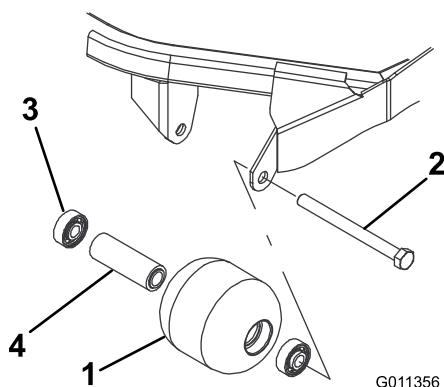

Figura 72
1. Rimuovete il bullone di montaggio del rullo (Figura 72).
distanziale del cuscinetto del rullo (Figura 72). Sostituite tutti i componenti danneggiati e procedete con il loro montaggio.
1. Montate il primo cuscinetto premendolo nell'alloggiamento all'interno del rullo (Figura 72). Premete soltanto sulla pista esterna o, in misura uguale, sulla pista interna ed esterna.
2. Inserite il distanziale (Figura 72).
3. Montate il secondo cuscinetto premendolo nell'alloggiamento all'interno del rullo (Figura 72). Premete in misura uguale sulla pista interna ed esterna, fino a quando la pista interna non entra in contatto con il distanziale.